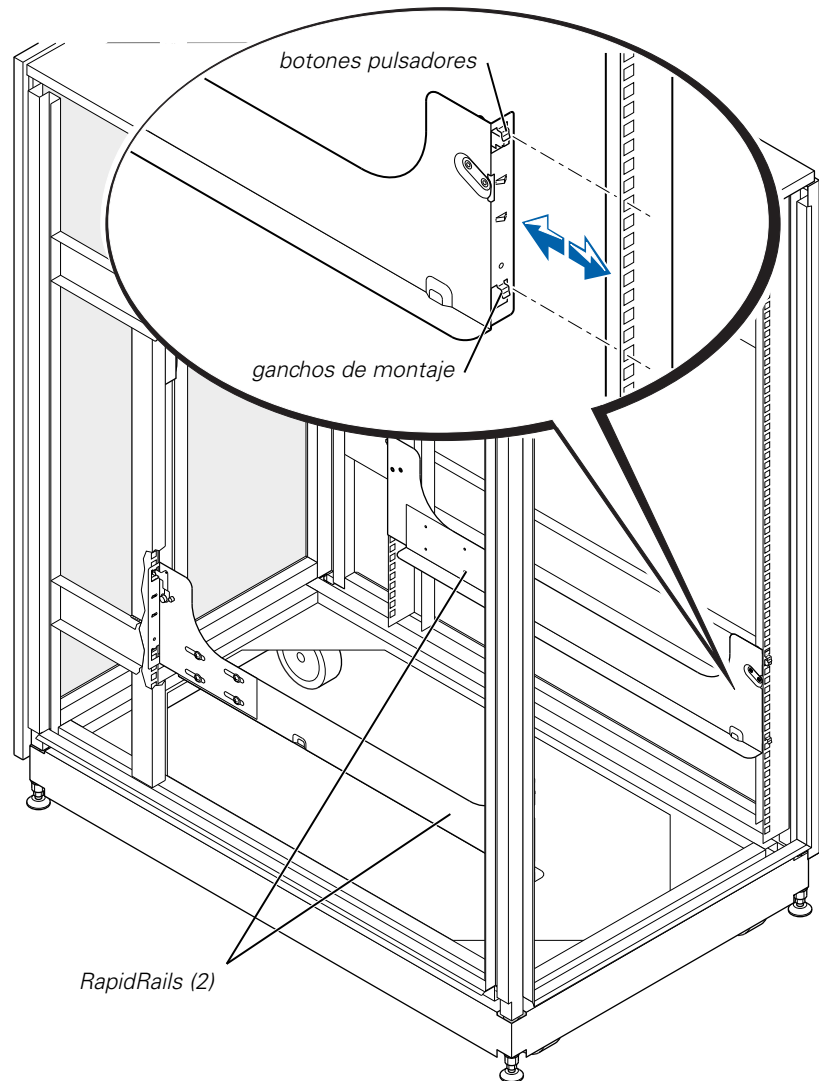

Figura 4-4. Montaje de los RapidRails
1. Deslice el soporte de montaje posterior hacia el centro del conjunto deslizante para reducir un poco la longitud del conjunto deslizante (consulte la Figura 4-4).